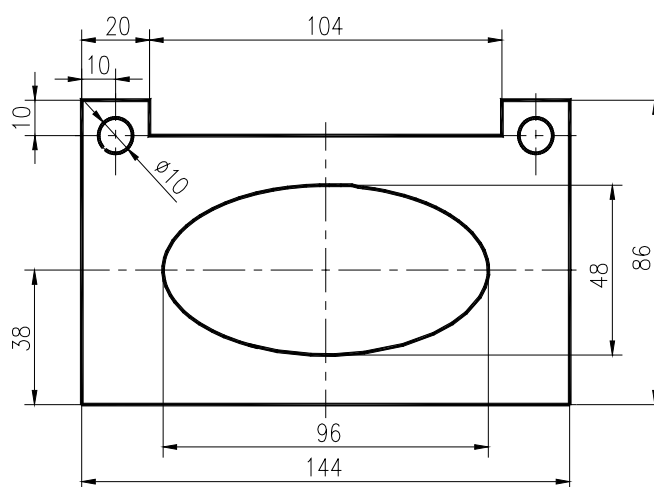

Fig. U5.15
1. Realizați desenul din Fig. U5.15 utilizând comenzile de desenare *LINE*, *CIRCLE* și *ELLIPSE*. Creați și două layer-e noi - *Contur* și *Axe* - în care plasați liniile corespunzătoare. După desenarea conturului exterior, plasați UCS-ul în colțul din stânga jos al figurii (*P1*). Pentru liniile de axă alegeți culoarea roșie (*red*) și tipul de linie *Center*, după încărcarea (*Load*) acesteia.